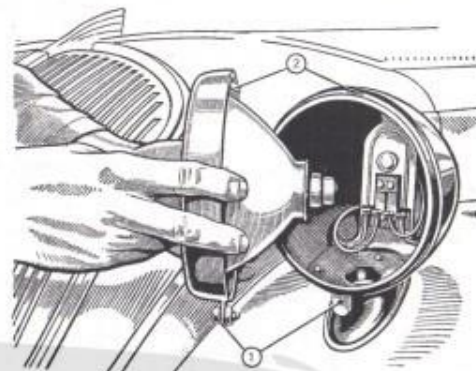
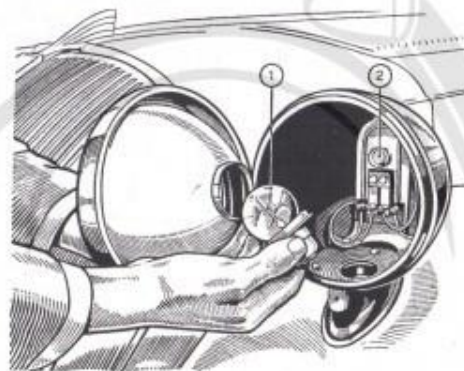

Fig. 35. — Faros abiertos.
Fig. 36. — Desmontaje de las bombillas.
Los faros se abren destornillando el tornillo inferior de bloqueo (1) y tirando hacia sí el marco del faro por la parte inferior, en modo de separar el gancho superior 2 del tajo correspondiente en la armadura de la caja (fig. 35). De este modo se accede fácilmente a las bombillas que pueden ser sustituidas rápidamente ya que están fijadas en su soporte de bayoneta (fig. 36).